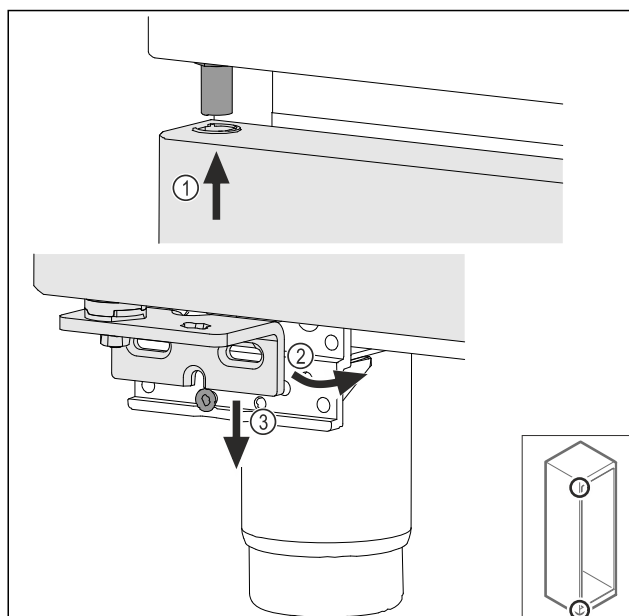

Fig. 45
- Indfør døren let på skrå foroven Fig. 45 (1), indjuster døren lige Fig. 45 (2), og påsæt den forneden på legebuksskruen Fig. 45 (3).